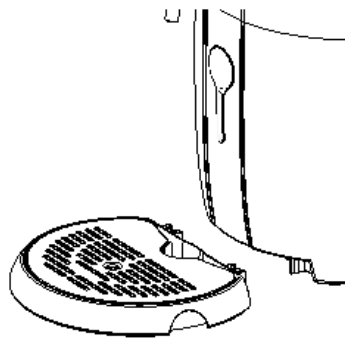

Abbildung 2
3. Setzen Sie die Flüssigkeitsauffangschale in die dafür vorgesehene Aussparung ein (wie in Abbildung 2 dargestellt).